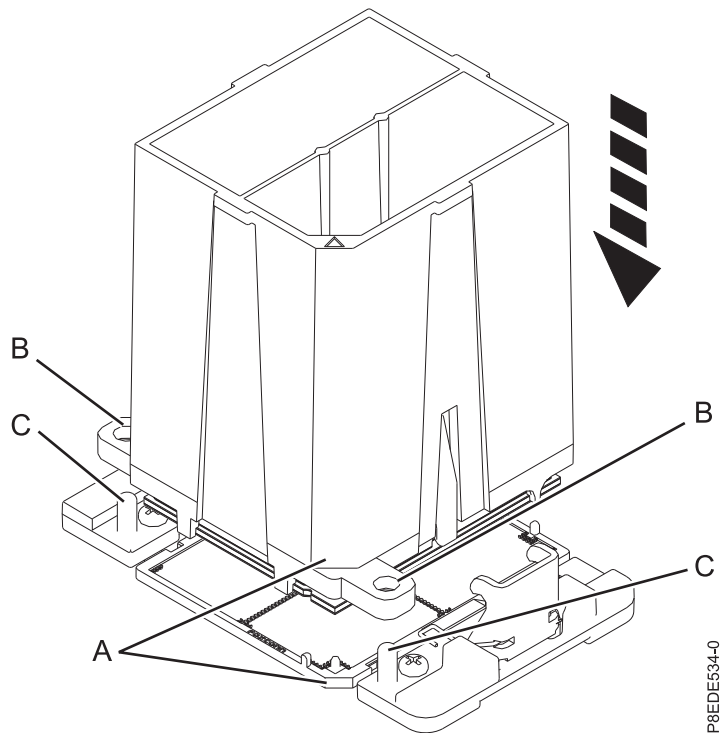

Abbildung 14. Installieren des Systemprozessormoduls
- b. Senken Sie das Werkzeug und das Systemprozessormodul auf das Socket ab. Richten Sie die abgeschrägte Ecke (A) des Werkzeugs an der abgeschrägten Ecke des Sockets aus. Stellen Sie sicher, dass die beiden Führungsstifte (C) auf jeder Seite des Werkzeugs in die für die Ausrichtung vorgesehenen Löcher (B) eingeführt werden. Gehen Sie vorsichtig vor, damit das Werkzeug gleichmäßig abgesenkt und nicht gekippt wird. Siehe Abb. 14 auf Seite 15.